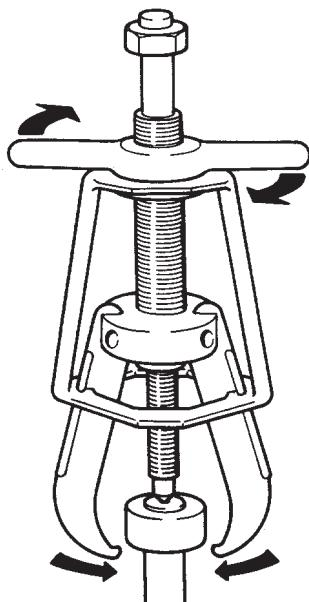

Figura 3
5. Gire la manija en T en sentido horario para apretar las garras firmemente en el componente. (Véase Figura 3)
4. Coloque el extractor sobre el componente a extraer. (Véase Figura 3) Cuando en el eje solo quede el anillo interior del cojinete, limpie el eje primero con una tela esmeril y, a continuación, fije las garras en la ranura de la bola. Si las garras tienden a salirse de la ranura de la bola, alivie la presión hidráulica y vuelva a apretar la manija en T con la mano. Esto puede ser necesario cuando el extractor es nuevo para asentar las garras correctamente en la jaula.